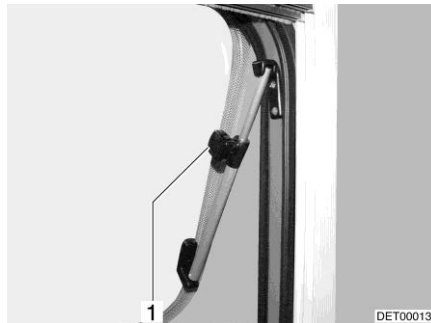

Bild 119 Taklucka med vridspärrar, öppen
- Takluckan öppnas till önskat läge och fixeras med ratten (Bild 119,1). Takluckan låses i önskat läge.
- Vrid den lettrade hylsan (Bild 119,1) tills låsningen släpper.